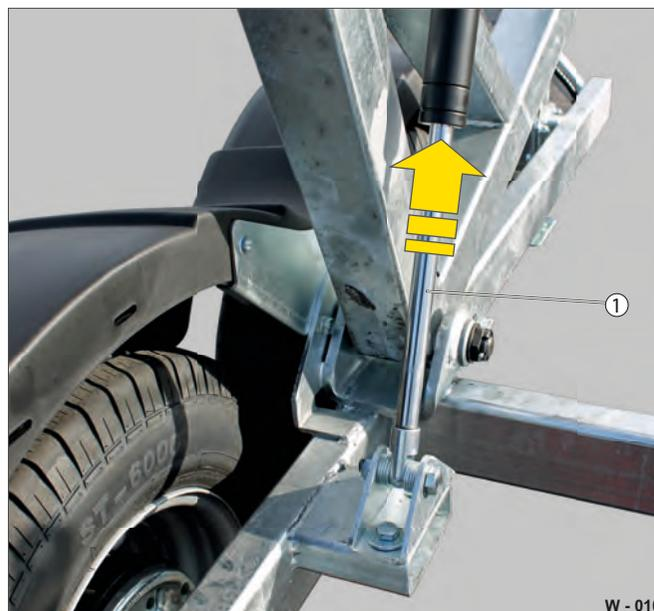

Fig. 10 Vérification des ressorts à gaz
- ▶ Nettoyez les pistons (Fig. 10 /1) avec un chiffon propre.